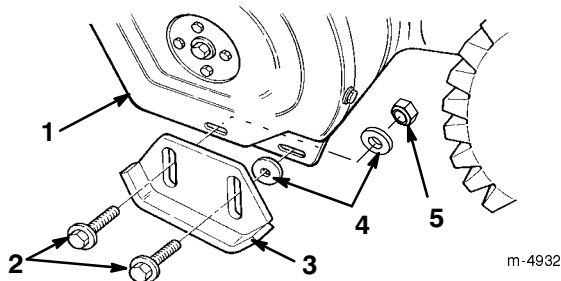

Figure 10
- Enlevez les deux boulons à embase et les deux rondelles plates qui fixent chaque extrémité de la lame racleuse aux plaques latérales (Fig. 10).
- Patin (2)
- Introduisez une rondelle **entre chaque patin et plaque latérale** (Fig. 10). Ne serrez pas les boulons.
- Introduisez une rondelle et un contre-écrou **derrière (à l'intérieur de) la plaque latérale** (Fig. 10). Ne serrez pas les boulons.